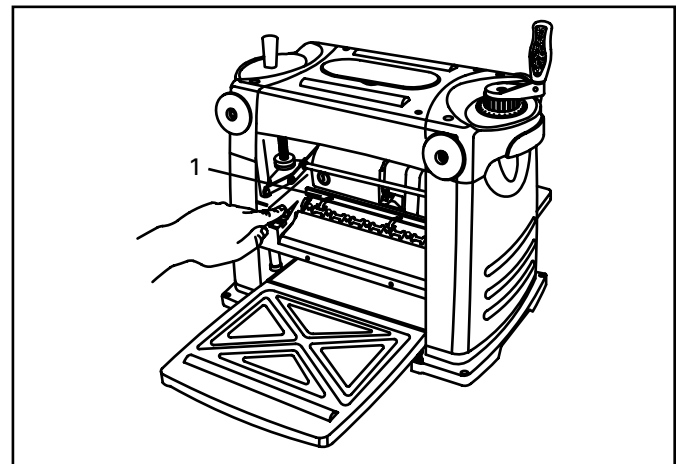

Fig. 14
3. Appuyer sur le tourniquet de verrouillage de l'arbre (2) et tourner la lame jusqu'à exposer les huit boulons vis à tête hexagonale (Fig. 14).